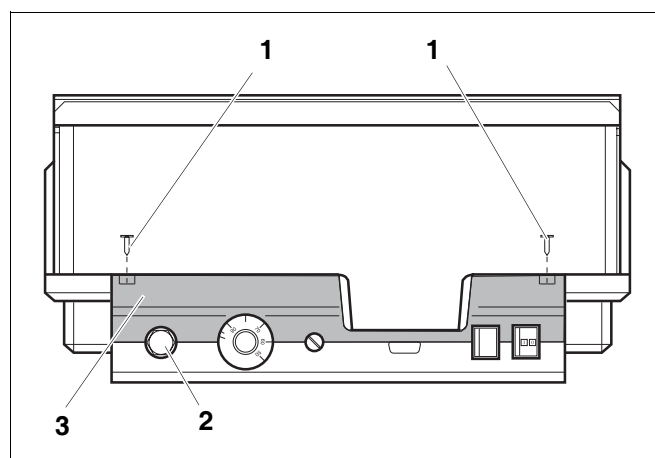

Bild 2 Manöverpanel Logamatic 4...
- För inställningen av de föreskrivna temperaturerna måste säkerhetstemperaturbegränsaren (STB) (Bild 2, **Pos. 2**) tas ut ur kåpan.
- För att ta ur säkerhetstemperaturbegränsaren, måste de båda skruvarna (Bild 2, **Pos. 1**) skruvas ur.
- Ta bort locket (Bild 2, **Pos. 3**).
- Skruva av skyddskåpan (Bild 2, **Pos. 2**).